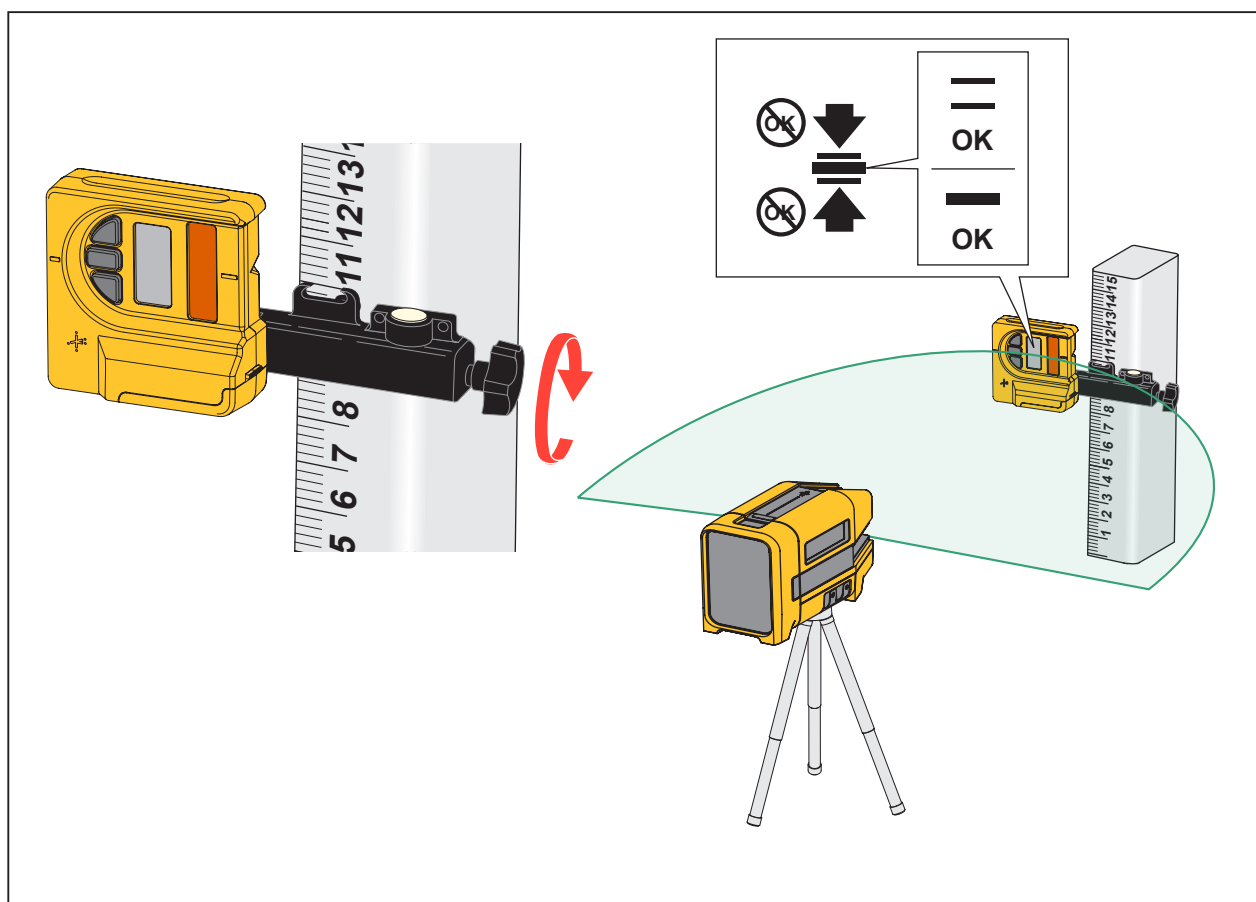

Figure 2. Niveau et détecteur
3. Mettez le niveau laser et le détecteur sous tension, puis dirigez le laser vers la fenêtre de détection laser du détecteur. Voir la figure 2.